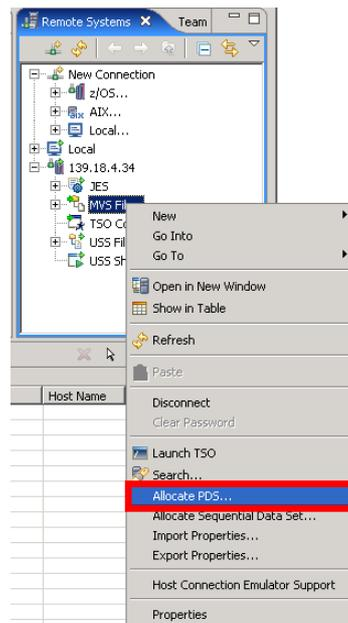

Abbildung 14
1. Um die benötigten PDS anzulegen muss im Remote System Explorer mit einem Rechtsklick auf **MVS Files** und im darauf erscheinenden Kontextmenü **Allocate PDS...** ausgewählt werden (Abbildung 14).